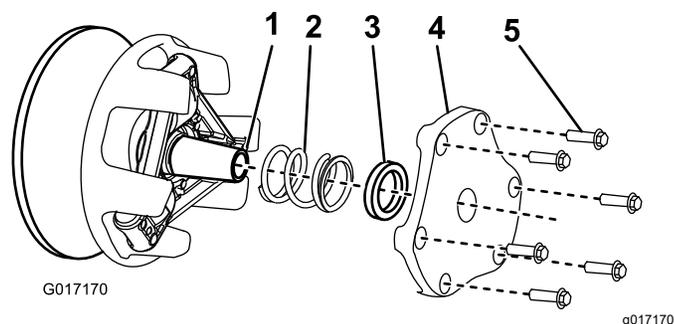

Рисунок 54
- Отложите в сторону крышку, разделитель и пружину (Рисунок 54).